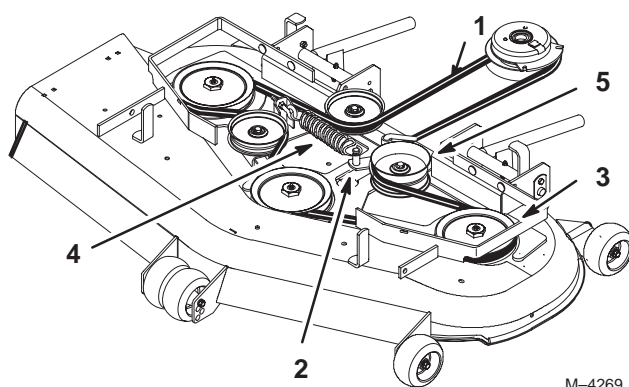

Figure 67
4. Déposez la courroie. Commencez à la poulie extérieure et tournez la courroie pour la déposer (Fig. 67).
7. Remettez la poulie de tension en place et installez la courroie sur les autres poulies (Fig. 67).